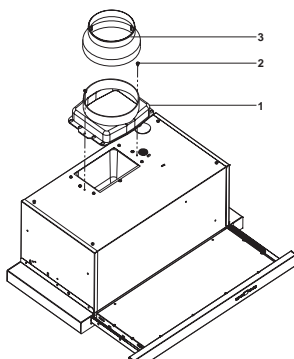

Fig. 11
Montați tubul de evacuare de plastic (1) pe produs folosind 2 șuruburi de 3,5x9,5 (2) (Fig. 11).
Dacă este nevoie, introduceți adaptorul tubului de  $\varnothing 150/120$  mm la ieșirea tubului (Fig. 11).